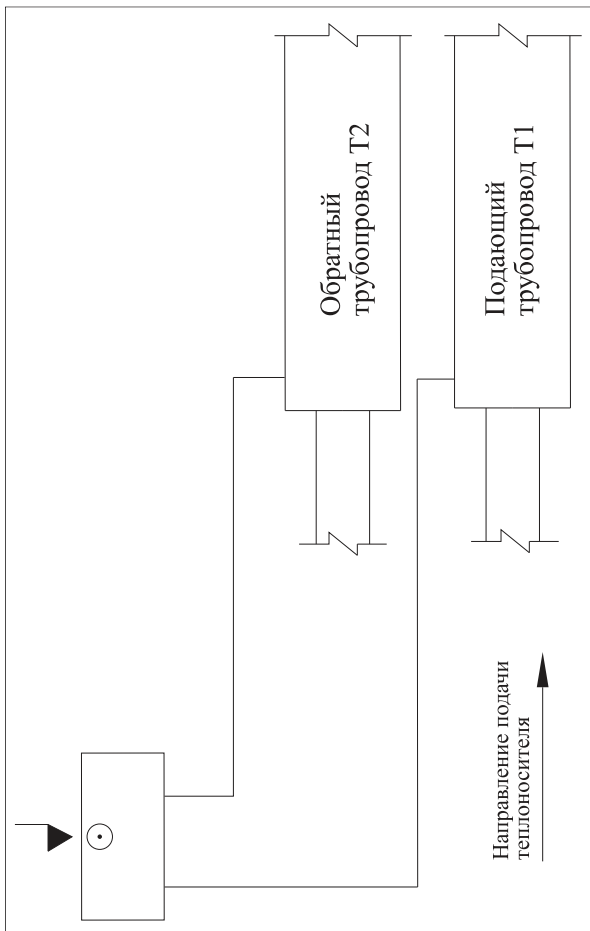
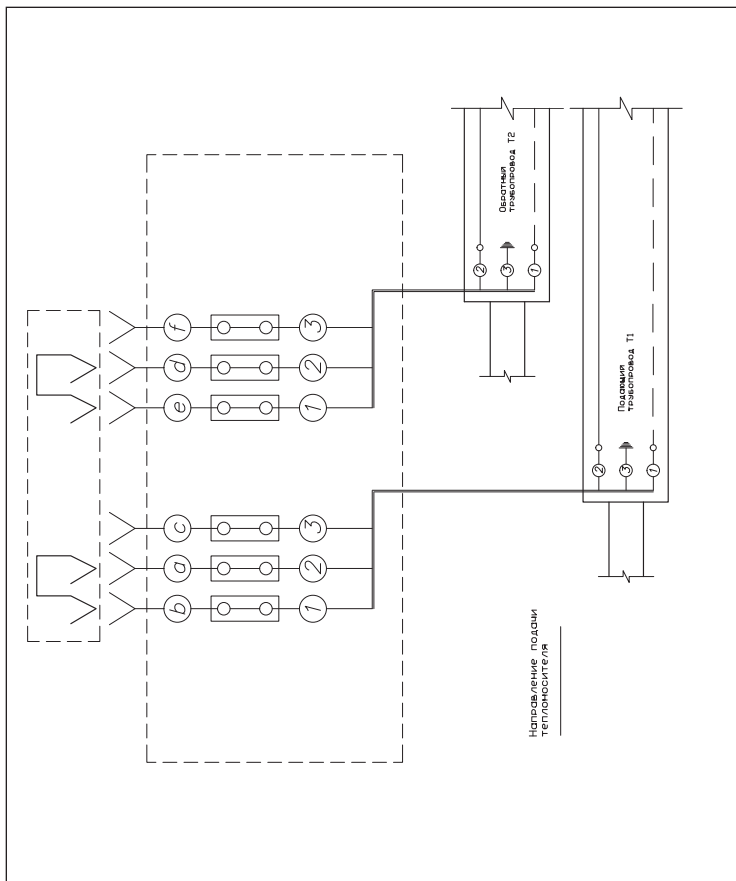

Рис. 2 Закольцовка сигнальных проводников
Рис. 3 Закольцовка сигнальных проводников
- 2.1. Закольцовка сигнальных проводников «Рис. 2, 3».
на принципиальной схеме (Рис. 2)	на электрической схеме (Рис. 3)
Подключение терминала к системе оперативного дистанционного контроля производить в соответствии с монтажной (**Рис. 2**) и электрической схемой (**Рис. 3**).
Порядок соединения проводов указан на электрической схеме – **Рис. 3**.
10. Установить провода в соединительные клеммы **10** на прежнее место (в соответствии с электрической схемой – **Рис. 3**).